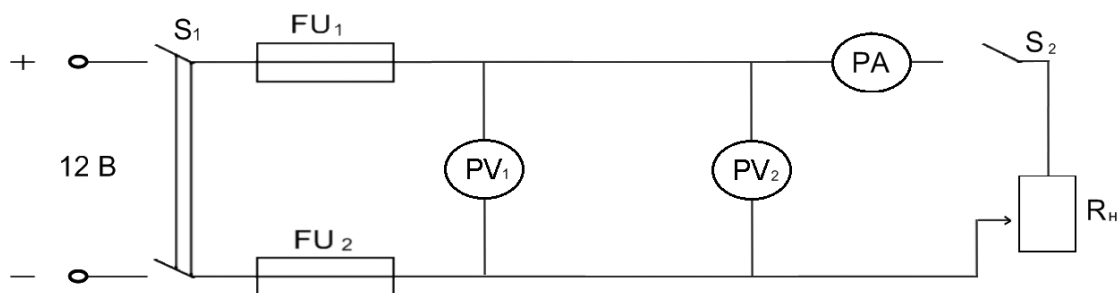

Рис.6 Схема модели линии электропередачи
2. Собрать электрическую цепь согласно предложенной схеме (рис.6).